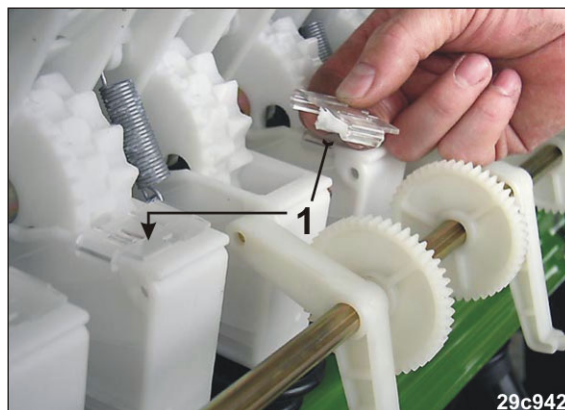

Рис. 125
4. Отметьте новые высевные катушки для техколеи, при этом вставьте щетки мелкосемянных высевных катушек (Рис. 125/1) в новые высевные коробки техколеи.